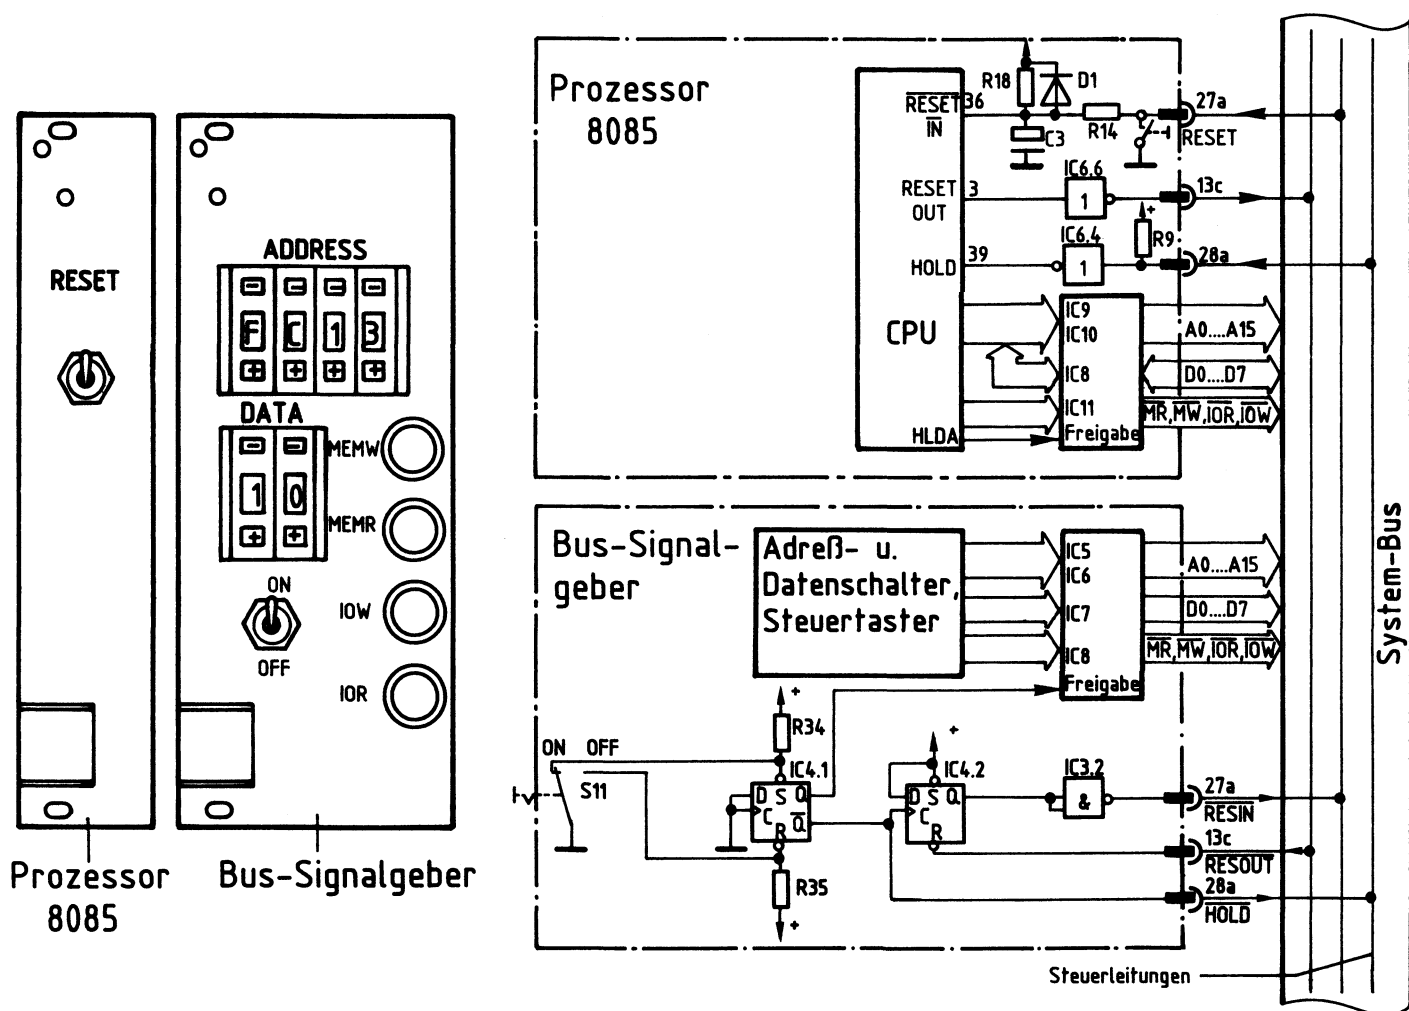

Bild 12: Frontplattenansichten und Blockschaltbilder der Baugruppen "Prozessor 8085 und Bus-Signalgeber".
3.3.1. Das Zusammenwirken der Baugruppen "Prozessor 8085" und "Bus-Signalgeber" (siehe Bild 12)
- ON/OFF-Schalter in Stellung ON (siehe Bild 12):